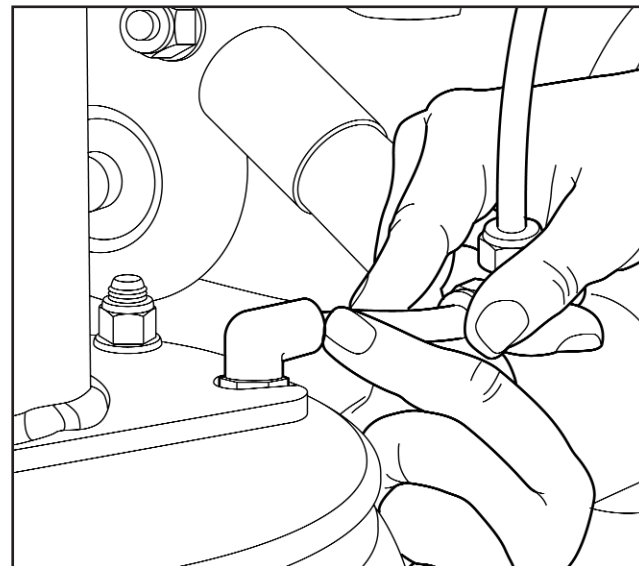

Fig 3.3
3. Déposer le tuyau d'alimentation d'air du pousoir pour connecter le raccord (figure 3.3).